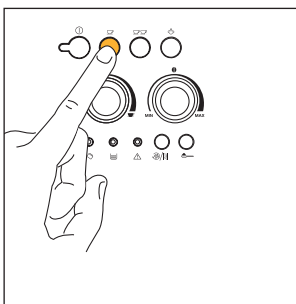
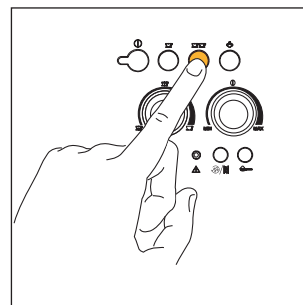

Fig. 12
Fig.13
- 5) Tryk på tast  (fig. 12), hvis du har valgt at brygge en kop kaffe eller på tast  (fig. 13), hvis du har valgt at brygge to kopper kaffe. *Nu begynder maskinen at male kaffebønnerne, den udfører en kortvarig forinfusion og derefter fuldfører den udstrømningen i koppen. Når den indstillede mængde er brygget, afbryder maskinen automatisk kaffeudstrømningen og smider grumset i kaffegrumsbeholder.*
BEMÆRK 4: Mens maskinen er i gang med at brygge kaffen, er det muligt at stoppe udløbet når som helst, ved at trykke på den forud valgte tast  (fig. 12) eller  (fig. 13).
BEMÆRK 5: Så straks udløbet er færdigt, kan kaffemængden i koppen forøges ved at holde den forud valgte tast  (fig. 12) eller  (fig. 13) trykket ned, indtil man når den ønskede mængde kaffe denne operation skal foretages indenfor 3 sekunder efter at kaffeudløbet er færdigt).
BEMÆRK 1: hvis man lige efter at have lavet cappuccino og deaktiveret dampfunktionen ved at trykke på tasten til damp ☺, trykker på tast ☺ (fig. 12) eller ☺☺ (fig. 13) for at brygge mere kaffe, er maskinens temperatur for høj til kaffebrygning (de grønne kontrollamper ☺ og ☺☺ blinker for at vise at temperaturen ikke er passende): det er derfor nødvendigt at vente ti minutter mens maskinen køler lidt af.